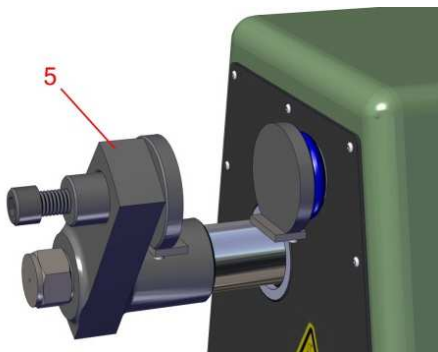

Figura 5.3.1
1. Instale el Soporte de Mordaza Ajustable provisto con la Mordaza de Resistencia a la Partición sobre el Brazo Movable Porta mordaza (Figura 5.3.1, Ítem 5) de la Máquina Universal de Ensayos.
2. Aline de las tuercas localizadas en la parte posterior de las mordazas de fuerza a la partición con los agujeros localizados sobre el Brazo Movable Porta mordaza (Figura 5.3.1, Ítems 5) y el Soporte Estacionario de Mordaza (Figura 7.3, Ítem 11). Suavemente deslice las mordazas sobre el Brazo Movable Porta mordaza y el Soporte Estacionario de Mordaza.